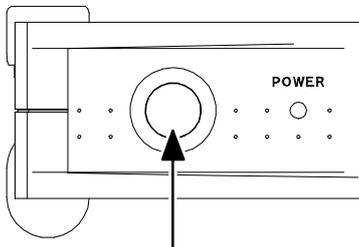

**Abb. C 1:** Moduleinbau
1. Entfernen Sie die vier oberen Gehäusekappen (A) des *Spider8* (Gehäusekappen mit dem Daumen nach oben drücken).
5. Stecken Sie das Modul wie in Abb. C 1 gezeigt in die Gehäuserückwand und drücken Sie die VG-Steckverbinder aufeinander. Schrauben Sie das Modul fest (B).